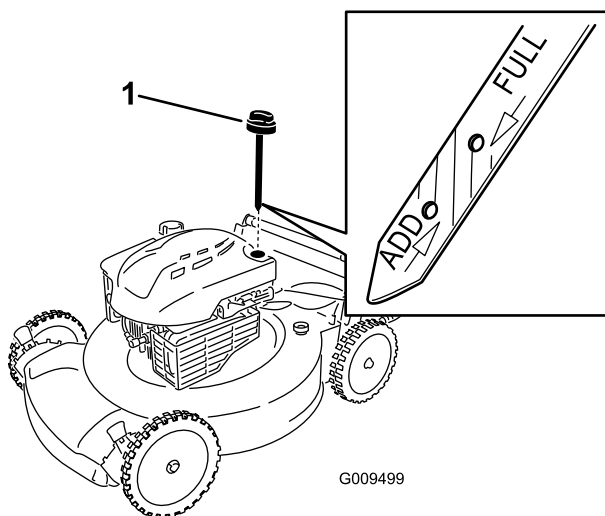

Рисунок 6
1. Извлеките масломерный щуп (Рисунок 6).
2. Медленно заливайте масло в маслозаливной патрубке до тех пор, пока уровень масла не достигнет отметки Full (ЗАПОЛНЕНО) на масломерном щупе (Рисунок 6). **Не допускайте переполнения картера.**